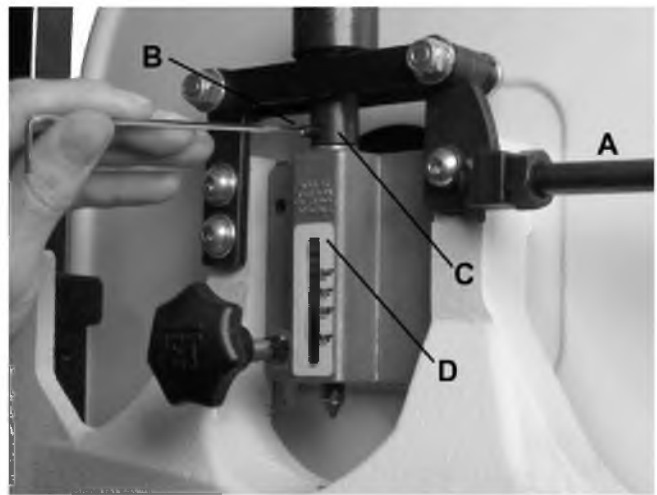

Рисунок 8.
3. Поверните ручку натяжения полотна (Рис. 6) по часовой стрелке, чтобы увеличить натяжение. Индикатор ширины полотна (D, Рис. 8) отображает примерное натяжение в соответствии с шириной пильной ленты. Поначалу устанавливайте натяжение полотна из условий ширины полотна.\*
7. При помощи торцевого шестигранного ключа 2,5 мм ослабьте установочный винт (B, Рис. 8) в нижней втулке (C, Рис. 8).
8. Используя плоскогубцы поверните втулку (C, Рис. 8) только на 1-2 оборота.
9. Затяните установочный винт (B, Рис. 8) и проверьте правильность натяжения. При необходимости повторите операцию.